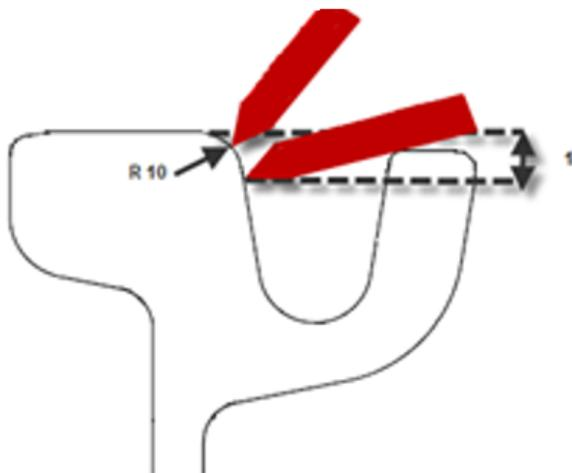

Abb. 07-1: Rillenschiene $a = 10 \text{ mm}$, das Stahllineal ist in zwei Positionen anzulegen
- Das Stahllineal ist gemäss Abb. 07-1, bzw. Abb. 07-2 anzulegen.